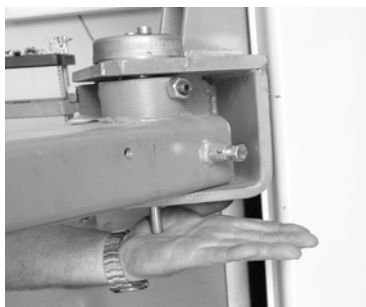

Fig.26
9. Controleer of het vergrendel-systeem goed werkt. Druk pen (1) omhoog, de draagarm moet nu heen en weer kunnen bewegen, laat vervolgens pen (1) los, de draagarm moet nu blokkeren (Fig.26).